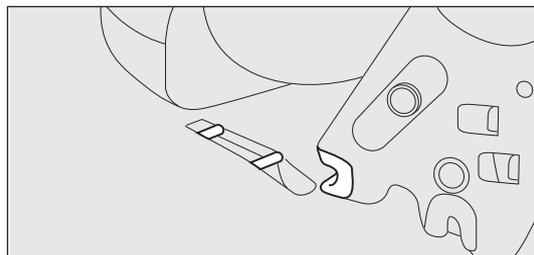

fig. 26e
- introduire les dispositifs de fixation au plancher fig. 26e ;